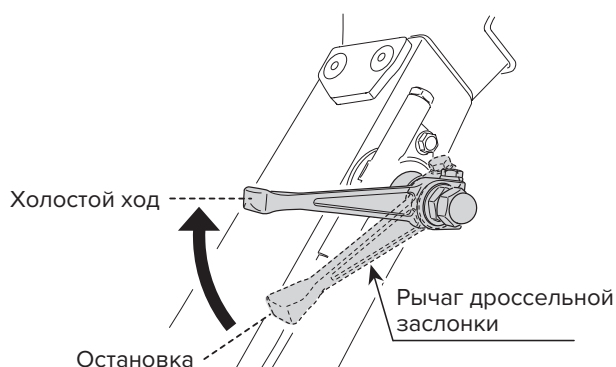

Рис. 14
1. Переведите дроссельный рычаг в положение холостого хода (рис. 14).